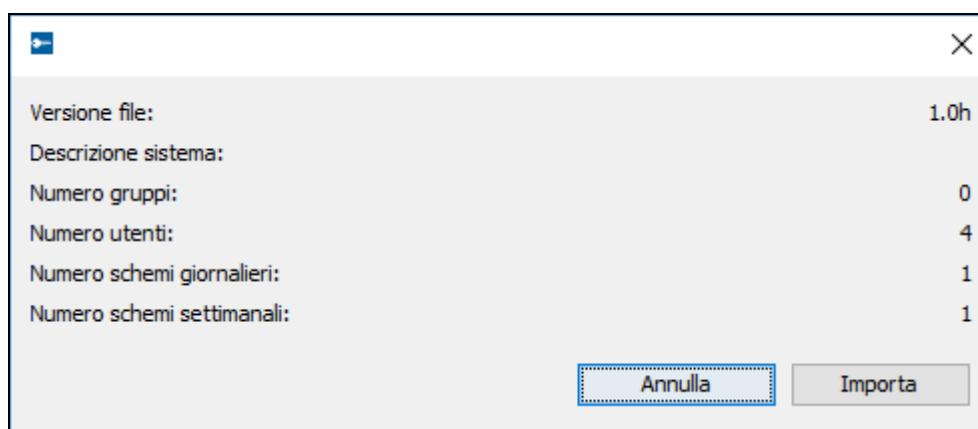

Fig. 38. Finestra con le informazioni sui dati importati dal programma ACCO-SOFT-LT.
8. Si visualizza una finestra di riepilogo dei dati importati (vedi: Fig. 38). Cliccare sul pulsante “Importa” per avviare la procedura di importazione. Al termine, si riceve conferma dell'avvenuta importazione.
Continua – cliccare per confermare i dati inseriti. Si aprirà una finestra con le informazioni sui dati importati dal programma ACCO-SOFT-LT (vedi: Fig. 38).